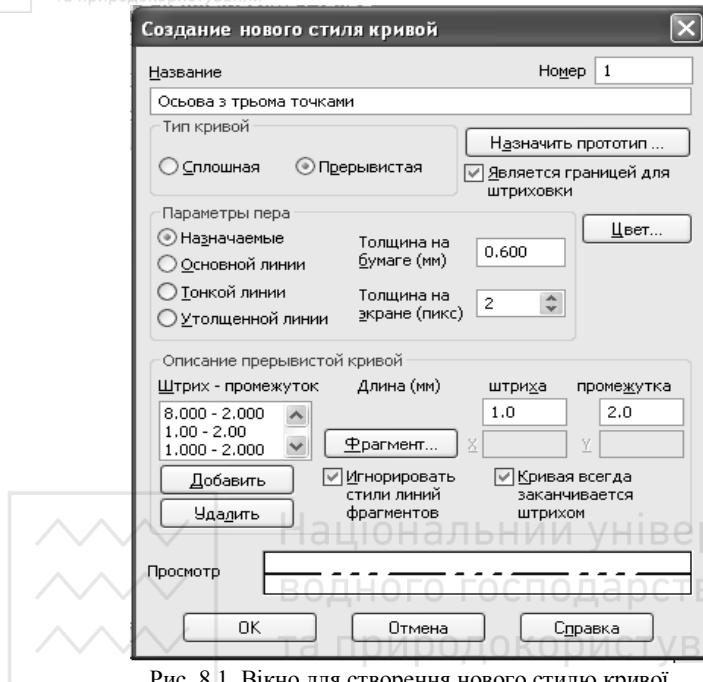

Рис. 8.1. Вікно для створення нового стилю кривої.
□ **Создать стиль** для відкриття вікна **Создание нового стиля кривой** (рис. 8.1). В даному вікні:
На рис. 8.1 стиль лінії має чотири елементи: один елемент - штрих з проміжком 8 та 2 відповідно і три елементи – штрихи з проміжком 1 та 2 відповідно. Для додавання нових елементів необхідно натиснути кнопку **Добавить** та в полі **Длина штриха** відредагувати довжину штриха, а в полі **Длина промежутка** відредагувати довжину проміжку. Після завершення редагування стилю ліній натискають кнопку **Ok** і створений стиль ліній буде доступним в поточному документі.
Вибір фрагментів виконується при настроюванні стилю ліній - у групі **Описание прерывистой кривой** діалогу створення та редагування стилю ліній (рис. 8.1). Фрагменти можна включати тільки в переривчасту криву.